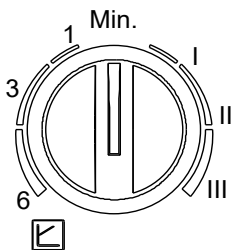

Abb. E-3: Wahlschalter
- Heizungskreislauf durch Drehen des Wahlschalters (siehe Abb. E-3) an der Heizungsumwälzpumpe auf Vorortbedingungen einstellen.